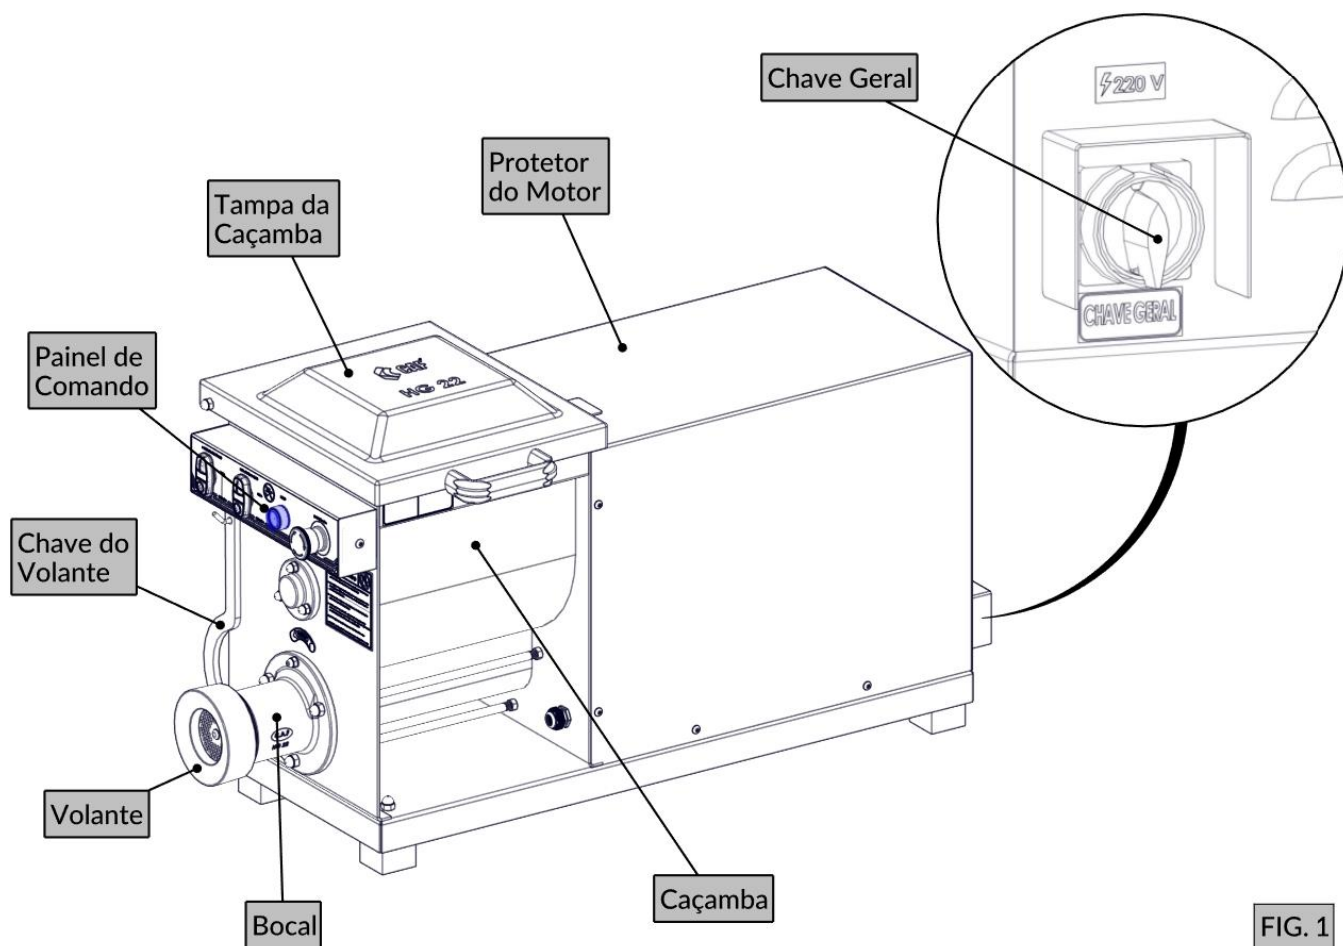

FIG. 1
2. Ligue a chave geral (FIG. 1);
2. Coloque o produto a ser processado na caçamba (FIG. 1) e feche a tampa;